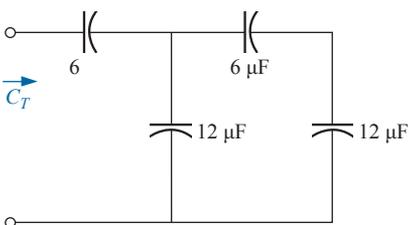

Figura 10.119 Figura 48.
- 48. Determine a capacitância total C_T para o circuito na Figura 10.119.